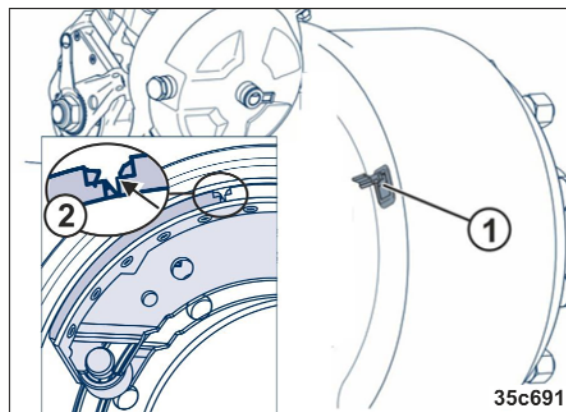

Bild 322
För att kontrollera bromsbeläggens tjocklek ska du öppna titthålet genom att fälla upp gummiklaffen (Bild 322/1).
- Slitagekanten (Bild 322/2) har nåtts.